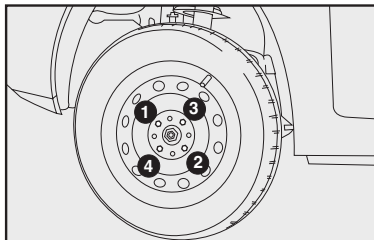

fig. 16
12) Apertar os parafusos, passando alternadamente de um parafuso a outro diagonalmente oposto de acordo com a ordem ilustrada na **fig. 16**.